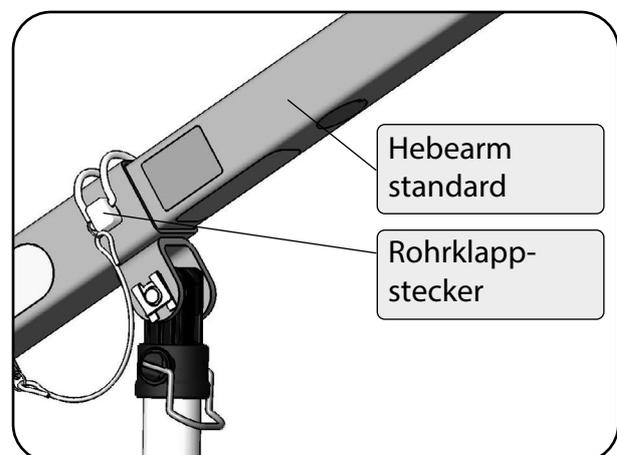
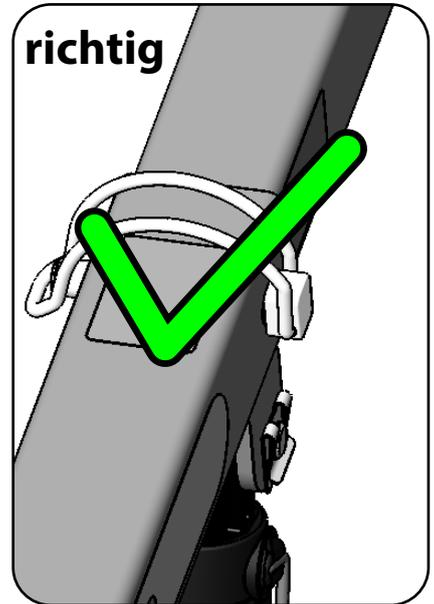
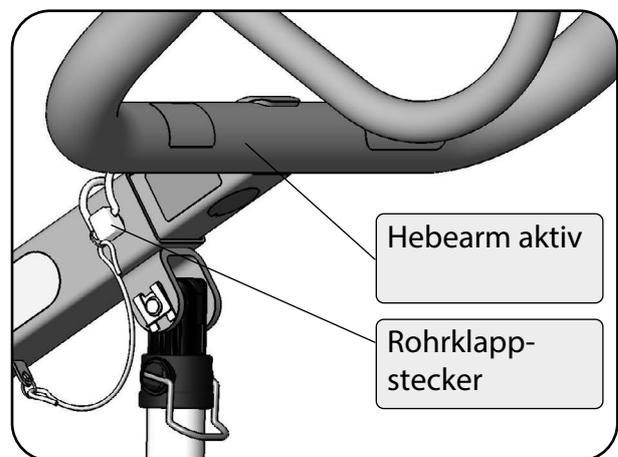

Abbildung 15
Abbildung 18
Abbildung 22
- Ziehen Sie nun den Rohrklappstecker aus der Hebearmaufnahme. Klappen Sie dazu zuerst den Bügel am Rohrklappstecker um (Abbildung 15).
- Sichern Sie den Hebearm standard mit dem Rohrklappstecker. Stecken Sie ihn bis zum Anschlag ein und klappen Sie den Bügel um (Abbildung 15). Der Rohrklappstecker ist korrekt angebracht, wenn der Bügel das Hebearmrohr umschließt (Abbildung 18).
10. Sichern Sie den Hebearm aktiv mit dem Rohrklappstecker. Stecken Sie ihn bis zum Anschlag ein und klappen Sie den Bügel um (Abbildung 22). Der Rohrklappstecker ist korrekt angebracht, wenn der Bügel das Hebearmrohr umschließt (Abbildung 18).